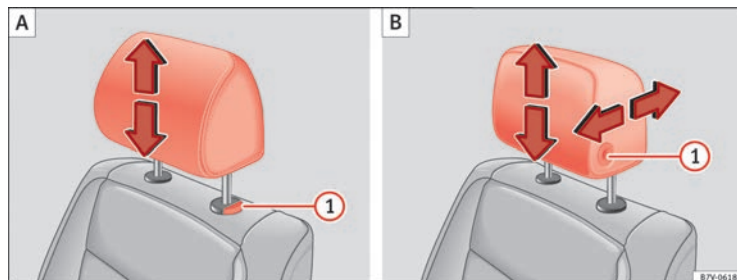
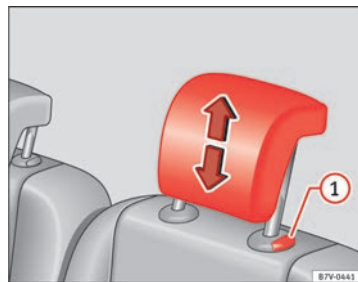

Fig. 84 A: Regolazione dei poggiatesta senza regolazione in direzione longitudinale, B: Regolazione dei poggiatesta con regolazione in direzione longitudinale.
Fig. 85 Regolazione dei poggiatesta della seconda e terza fila di sedili.
- Alzare il poggiatesta in direzione della freccia o abbassarlo → fig. 84 o → fig. 85 ① premendo il tasto → .
- Spostare il poggiatesta in avanti seguendo la direzione della freccia o indietro → fig. 84 ① B premendo il tasto.